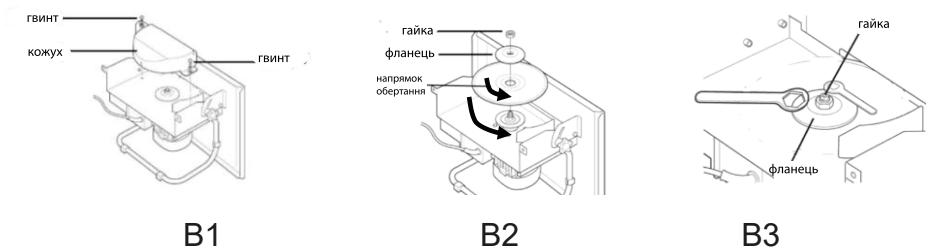

Рисунок 3. Схема встановлення/заміни різального диска.
5.1.2.2 Встановлення або заміна різального диска (Рис. 3).
1. Послабити два кріпильні гвинти ліворуч та праворуч від нижньої частини захисного кожуха диска знизу робочого столу (фіксуючі гвинти постійно закріплені на кожуху, їх не можна знімати) та демонтувати кожух леза (Рис. 3, B1).
3. Поєднати стрілки напрямку обертання на диску та на виробі (Рис. 3, B2).
4. Встановити диск, притисний фланець на шпиндель та зафіксувати їх гайкою шпинделя (Рис. 3, B3).
7. Перевірити, щоб розклинювальний ніж був на одній лінії з лезом (8), за необхідністю відрегулювати ніж.